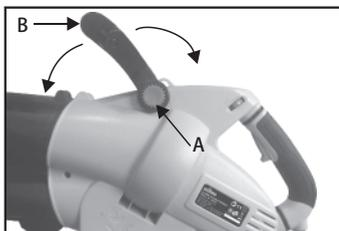

Fig. 4
1. Druk de verstelknoppen (A) in van het voorste handvat. (Fig.4)
2. Verstel het handvat (B) in de voor u comfortabele stand.
3. Laat de verstelknoppen (A) los, waardoor deze zich weer automatisch vergrendelen.